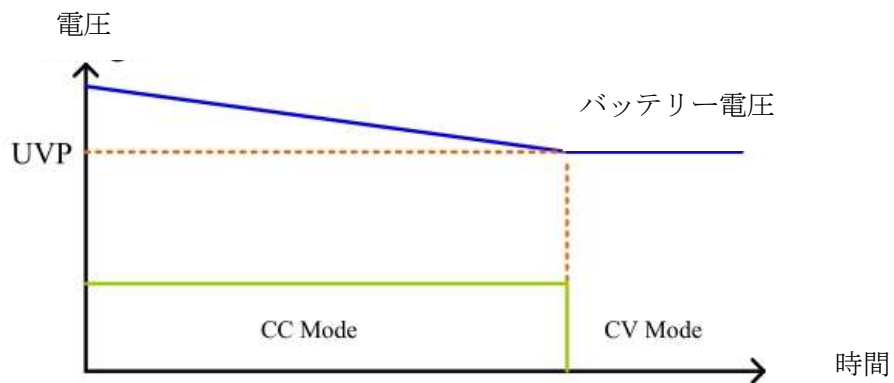

図 4-3
本テストは定電流 (CC) モードに自動で設定し、設定した電圧をバッテリーの低電圧保護 (UVP) として、この設定値を下回る場合、図 4-3 が示すように定電流 (CC) モードから定電圧 (CV) モードに自動的に変わります。この時、CV の値は UVP の設定値に等しくなります。